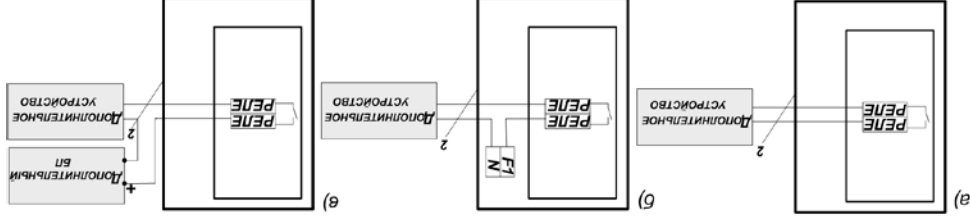

Рис.1
2.2.8 Подключить световую оповещатель охранной сигнализации к клеммам «РЕЛЕ» на плате «184», соблюдая полярность при подключении. Варианты подключения вспомогательных устройств смотри на Рис. 1.
2.2.12 Подключить дополнительные устройства 1/2 соответственно к «СИГНАЛ-1/2». Варианты подключения дополнительных устройств к релейным выходам пультов «СИГНАЛ-1/2» приведены на рис. 1